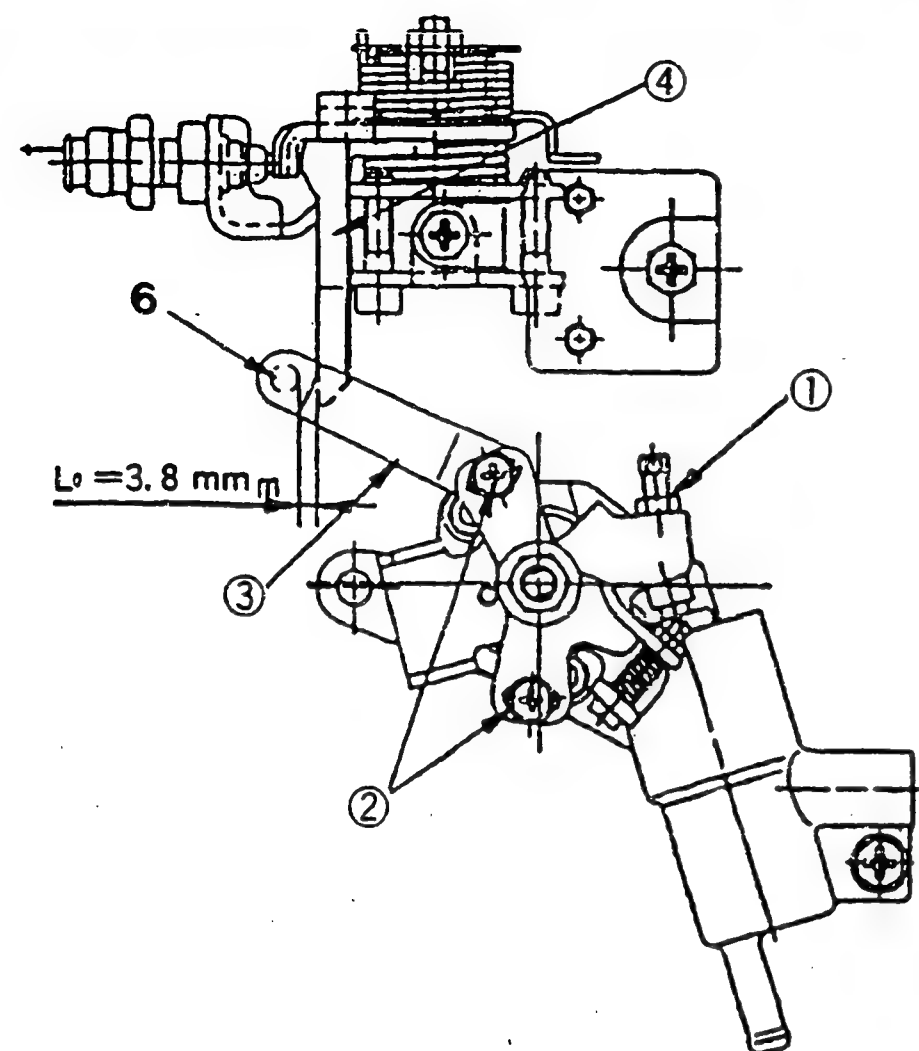

Bild 31
1. Spritzverstellerhub (siehe Abb. 31 und 32)
2. Schnelleerlauf (siehe Abb. 31 und 32)